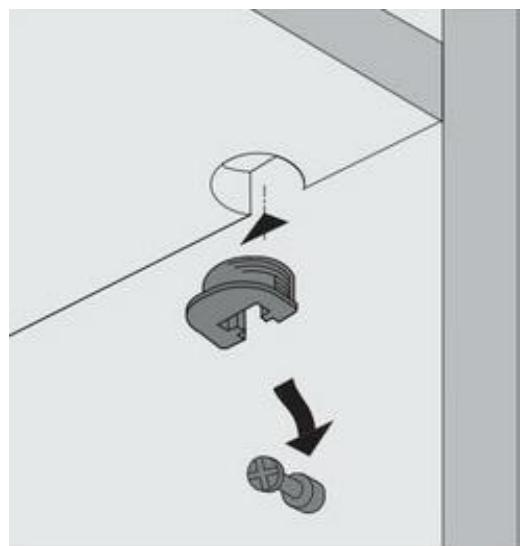

Рис. 2
3. Установить на нижний щит (3) опоры с помощью шурупов 3,5x13мм.
4. Установить мебельный уголок на нижний щит (3) с помощью шурупов 3,5x13мм (схема сборки).
5. В полки (11), (12) установить врезные полкодержатели (рис. 2).
6. В отверстия диаметром 5мм на боковых стенках (1), (2), перегородке (8) ввернуть дюбели DU322 (короткие) (рис.2 и схема сборки).
7. В отверстие в кромке нижнего щита (3) установить упор для двери (полкодержатель в рубашке) (схема сборки).
8. На крышку шкафа-гардероба (40) установить упор для двери (прямоугольный) с помощью саморезов 3,5x16мм (схема сборки).